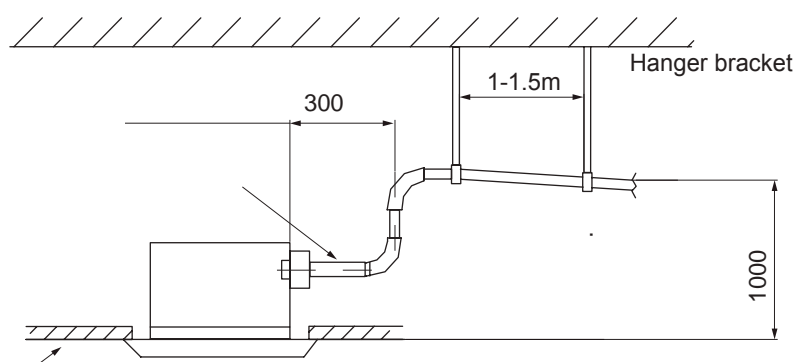

Рис.13.7.
13.18.4. Конструкция дренажной трубы должна удовлетворять требованиям, как на рис. 13.7.